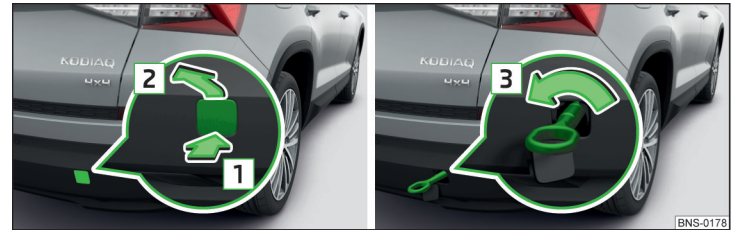

Abb. 347 Abdeckkappe abnehmen / Abschleppöse einbauen
- Zum **Abnehmen** auf die Abdeckkappe in Pfeilrichtung **1** drücken und diese in Pfeilrichtung **2** abnehmen » Abb. 347.
- Zum **Einbauen** die Abschleppöse von Hand in Pfeilrichtung **3** » Abb. 347 bis zum Anschlag einschrauben » **!**